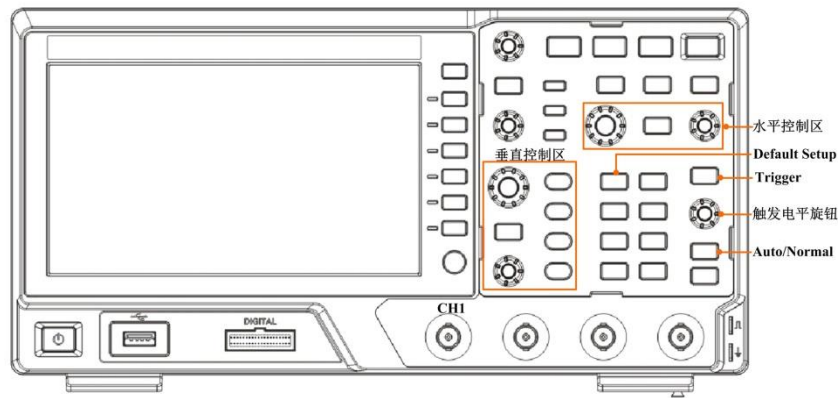

图 10.9 欠幅信号的输入
- 1、通道 1 接入等脉宽的欠幅信号，其中探头 BNC 接口接通道 1，探钩接欠幅信号输出口，鳄鱼夹接地，如图 10.9 所示；